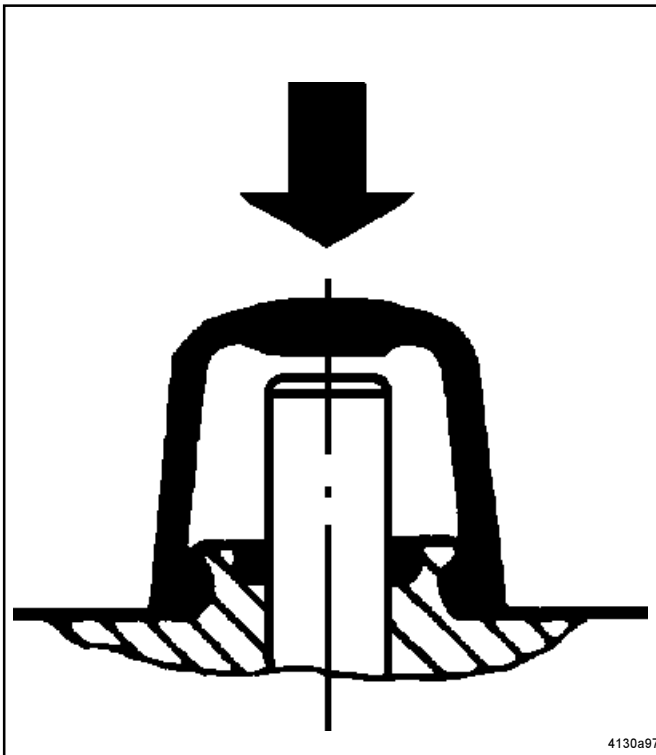

Abb. 5 - Handnotbetätigung: Drücken des Magnetstiftes
- \* Handnotbetätigung: Drücken des Magnetstiftes (unter der Gummikappe, siehe Abb. 5), löst einen manuellen Impuls zum Prüfen des Ventils aus.